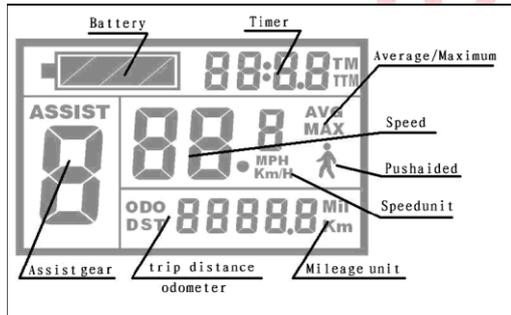

Bild 1
(beziehen Sie sich auf Bild 1) Total Reisezeit (TM), Entfernungsmesser (ODO), Höchstgeschwindigkeit (max), Durchschnitt Geschwindigkeit (AVG).